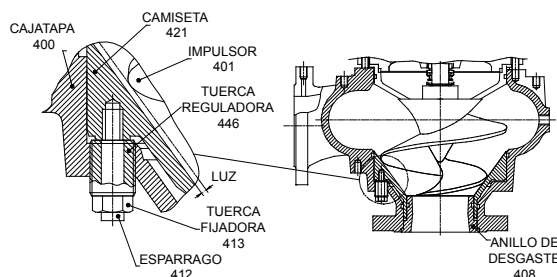

Fig. 14. Ajuste de luz con camiseta regulable
8.1.7.1 Modelo con camiseta regulable (Ver Fig. 14)